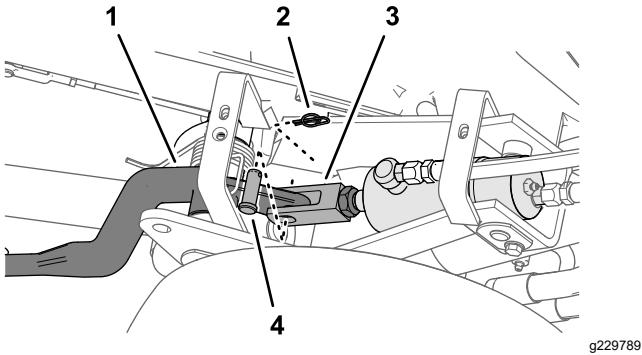
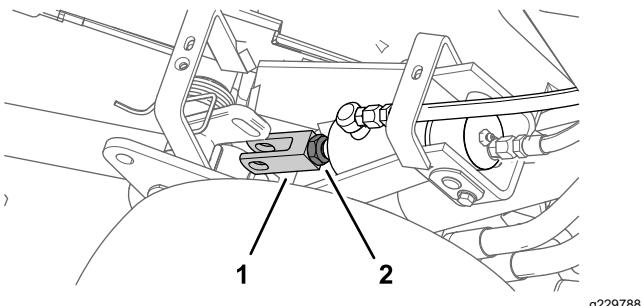

Bild 52
Bild 53
3. Lockern Sie die Klemmmutter, mit der der Lastösenbolzen am Zylinder der Schneideeinheit befestigt ist, den Sie einstellen möchten (Bild 52).
4. Entfernen Sie den Halterung und den Lastösenbolzen (Bild 52)
5. Drehen Sie den Lastösenbolzen so lange, bis Sie die gewünschte Höhe erzielt haben (Bild 53).
6. Befestigen Sie das Lastösen-Anschlussstück mit dem Lastösenbolzen und Halterung am Hubarm und ziehen Sie die Klemmmutter fest (Bild 52 und Bild 53).